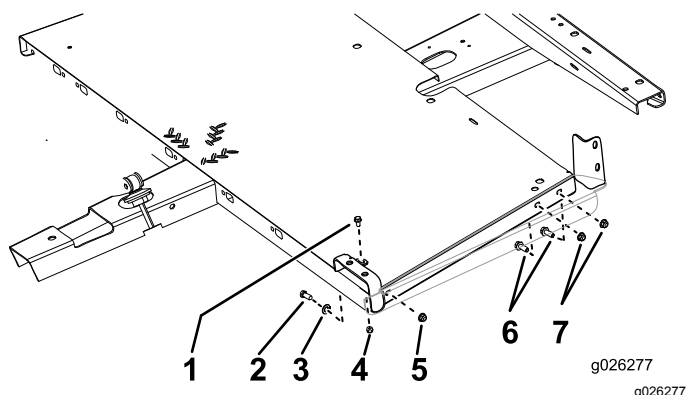

Figura 3
1. Sujete los paneles de suelo al bastidor según se muestra en Figura 3.